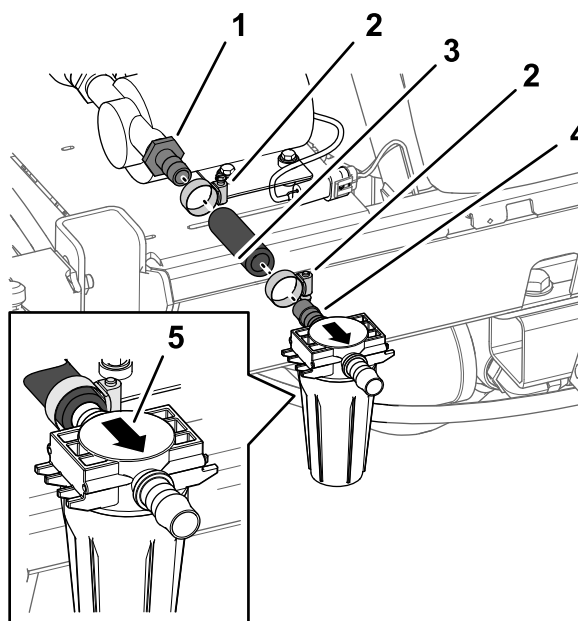
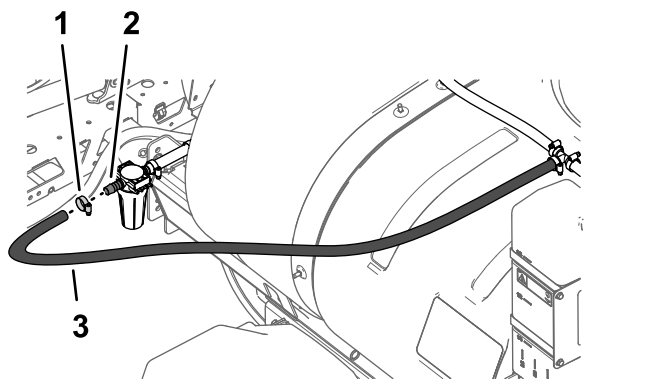

Рисунок 29
Рисунок 30
2. Наденьте шланг длиной 17,8 см, который вы отрезали при выполнении действий, описанных в разделе **Обрезание шланга** (страница 6), на наружный прямой штуцер типа «елочка» насоса промывочного бака с помощью шлангового хомута и затяните хомут от руки (Рисунок 29).
3. Вставьте прямой штуцер типа «елочка» шланга на входе головки фильтра (фильтра в сборе) в шланг длиной 17,8 см и закрепите с помощью шлангового хомута, не затягивая его (Рисунок 29).
4. Наденьте свободный конец шланга размером 1,9 x 180 см на прямой штуцер типа «елочка» на выходе головки фильтра, закрепив шланговым хомутом (Рисунок 30).
5. Отрегулируйте положение головки фильтра таким образом, чтобы стакан фильтра в сборе был установлен вертикально, и затяните 2 шланговых хомута от руки (Рисунок 29 и Рисунок 30).